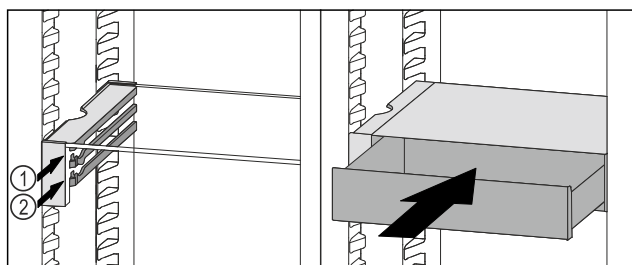

Fig. 108
- ▶ Nasadte zásuvku VarioSafe za zarážky na požadovaném žebro Fig. 108 (1) nebo Fig. 108 (2).